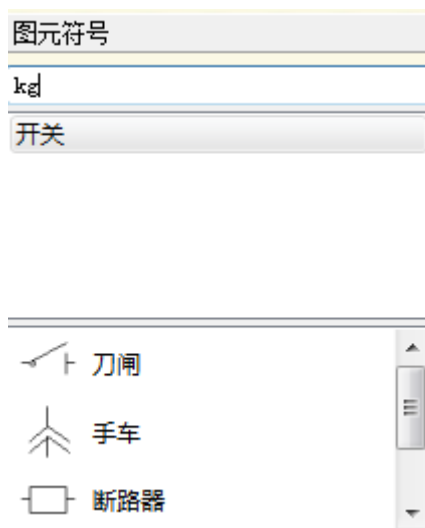

图 66 图元搜索
- 4) “图元符号”：显示可用的图元符号，所有图元均可直接拖动到画面编辑区域。支持按首字母搜索，在上方的搜索区内输入图元名称的首字母可快速定位图元，如图 66 所示：